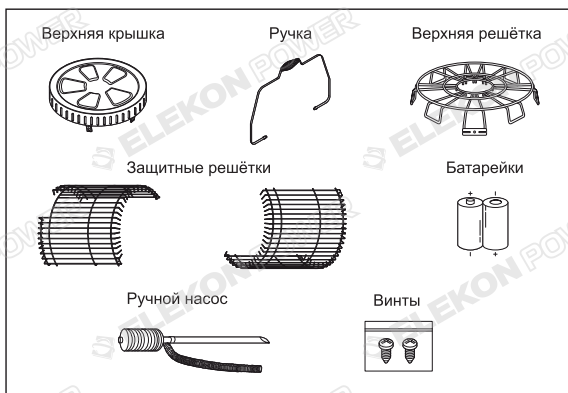

Рис. 2
1. Выньте обогреватель из коробки и удалите все упаковочные материалы (рис.2).